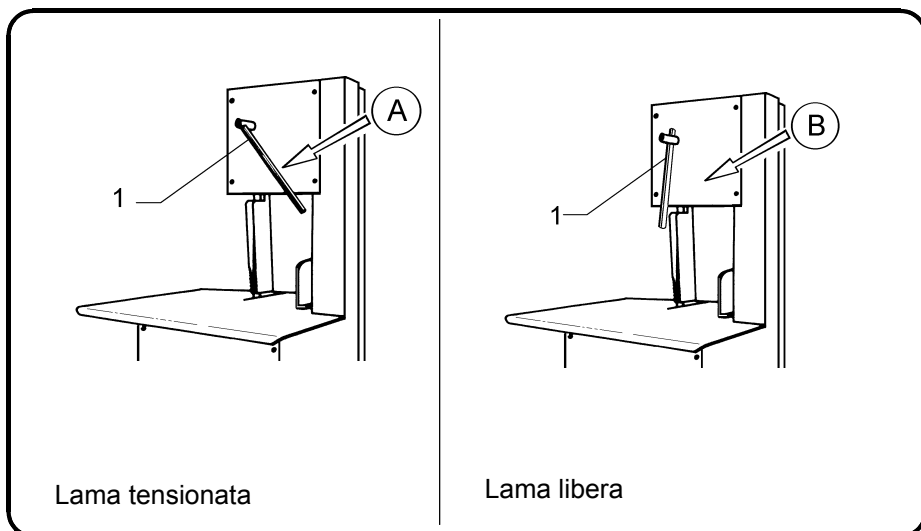

Fig. 7.6.1
- Tensionare la lama ruotando la leva e portandola nella posizione "A" (Fig. 7.6.1).
7.6.2 Sostituzione della lama (Fig. 7.6.1)
7.6.1 Regolazione del tensionamento (Fig. 7.6.1)
Con la leva nella posizione "A" (Fig. 7.6.1) la lama è tensionata. Per sbloccare la lama portare la leva verso il basso, nella posizione "B".